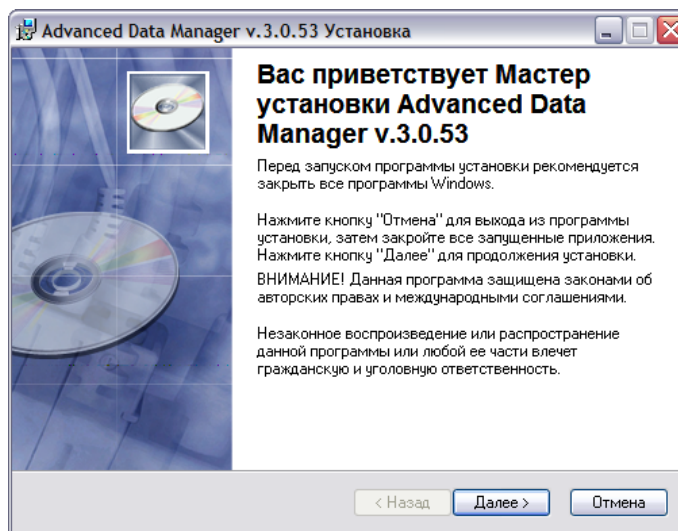

Рисунок 6
- Если автоматического запуска диска не произошло, то следует вручную запустить файл: X:\ACS\Soft\A1212\_A1214\_ADM3\ADM3Russian.exe, где X- буква привода CD (DVD), в который вставлен компакт-диск. Начнется процесс установки программы ADM3 (рисунок 6).